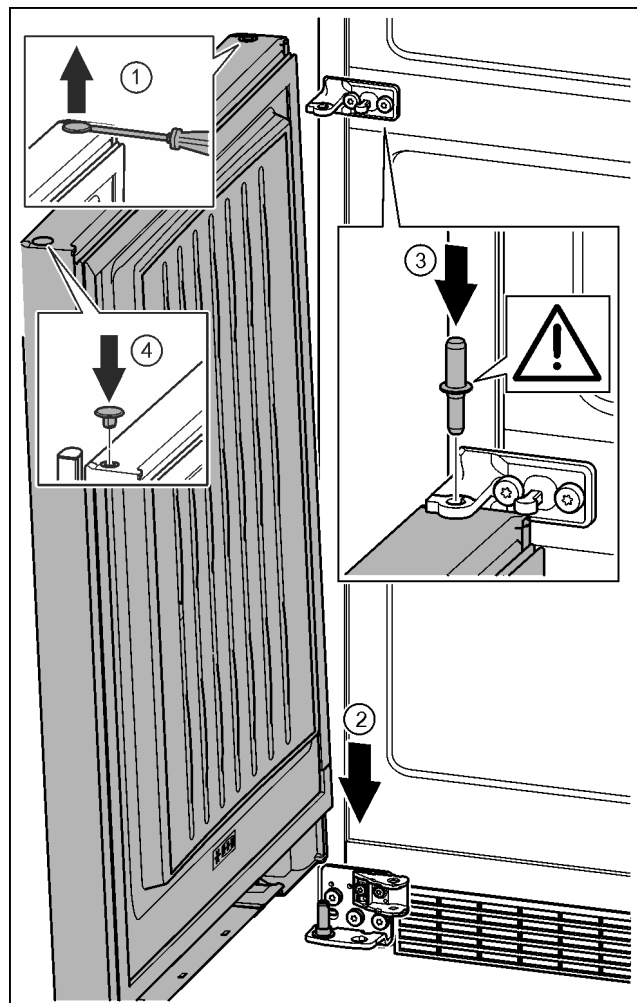

Fig. 35
- ▶ Ανασηκώστε προσεκτικά και τραβήξτε έξω την τάπα με ένα ίσιο κατσαβίδι. *Fig. 35 (1)*
- ▶ Τοποθετήστε την πόρτα από επάνω στον κάτω πείρο. *Fig. 35 (2)*
- ▶ Τοποθετήστε τον μεσαίο πείρο μέσα από το μεσαίο στήριγμα στην κάτω πόρτα. Βεβαιωθείτε ότι το έκκεντρο ασφάλισης είναι στραμμένο προς τα πίσω. *Fig. 35 (3)*
- ▶ Τοποθετήστε ξανά την τάπα στην άλλη πλευρά της πόρτας. *Fig. 35 (4)*